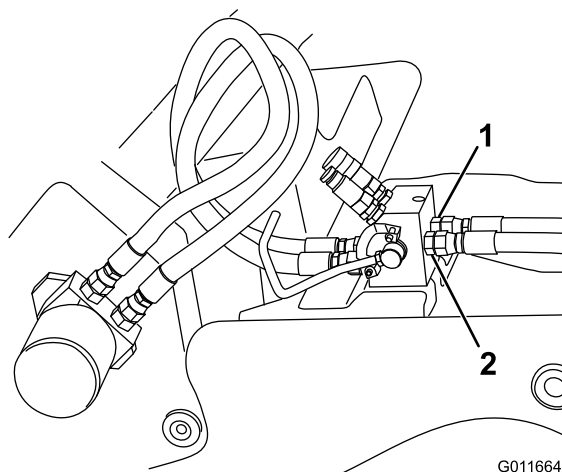

Figure 16
3. Branchez l'extrémité droite du flexible sur l'orifice T (orifice droit) au dos du collecteur hydraulique (Figure 16).
6. Branchez l'extrémité droite du flexible sur l'orifice P (orifice gauche) au dos du collecteur hydraulique. (Figure 16)
8. Décrivez une boucle avec les flexibles en les faisant remonter et en les acheminant de sorte que les raccords libres soient en face des orifices correspondants sur le moteur hydraulique de la trancheuse (Figure 16).